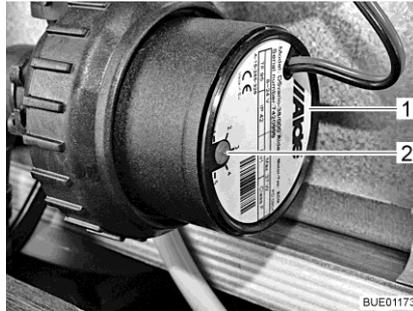

Fig. 212 Réduction de la vitesse de rotation
Le bouton tournant (Fig. 212,2) permet de régler la vitesse de rotation du circulateur. Une faible vitesse de rotation réduit les bruits de fonctionnement de la pompe.
Le bouton tournant se trouve sur le circulateur (Fig. 212,1).
- Tourner le bouton tournant (Fig. 212,2) dans le sens inverse des aiguilles d'une montre. La puissance est réduite.